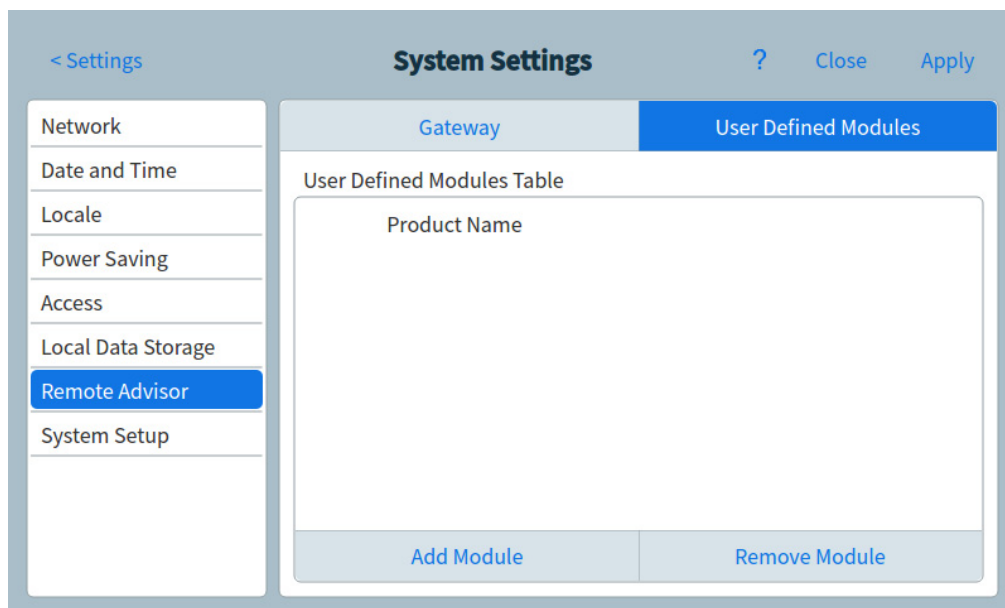

Figura 46 Página Remote Advisor - Pestaña User Defined Modules
- a Pulse la pestaña **User Defined Modules**. Se abrirá la página **User Defined Modules**. Consulte Figura 46.